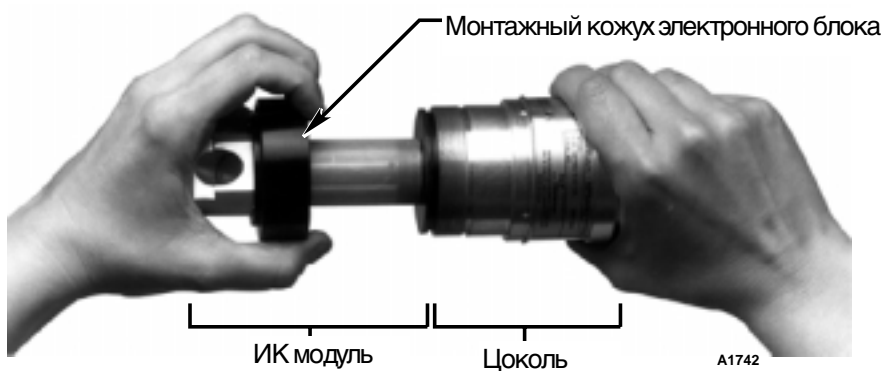

Рис. 12. Демонтаж ИК модуля.
3. Сдвиньте монтажный кожух электронного блока назад к основанию блока зеркал и выньте ИК модуль из цоколя, как показано на рис.12.